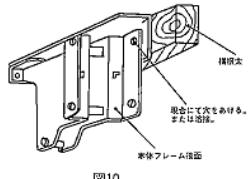

図10
6. 以下に示すイまたはロの方法で本体フレームの側面を固定して下さい(図10参照)。